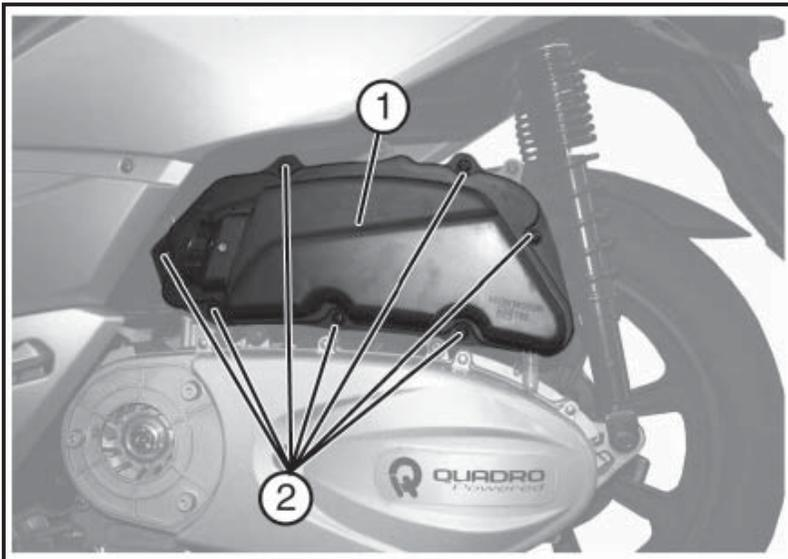

Fig. 02
- Svitare le sette viti «2 - Fig. 02».
- Rimuovere il coperchio della scatola filtro «1 - Fig. 02».